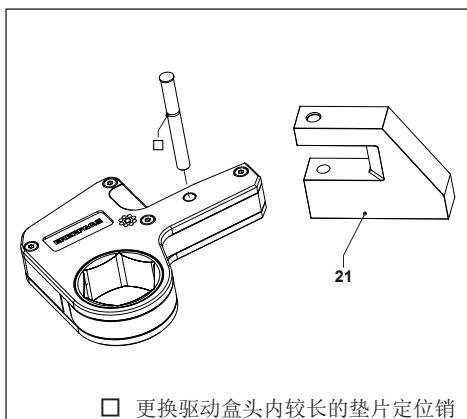

图 7
3.4.1 连接 WRP 系列薄型反作用力臂（图 7）
- 将驱动盒装入 WRP 系列薄型反作用力臂 (21) 的卡槽，对齐反作用力臂和驱动盒的孔。